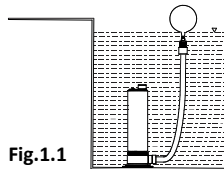

Fig.1.1
- De pomp kan op de bodem van de tank geplaatst worden. Plaats een zuigkorf op de zuigkant (fig 1.1 & 1.2). Geen voetklep op terugslagklep op zuigkant plaatsen, ook geen terugslagklep rechtstreeks op de pomp plaatsen (die moet boven de tank of daarna geplaatst worden)
. Plaats een zuigkorf op de zuigkant (fig 1.1 & 1.2). Geen voetklep op terugslagklep op zuigkant plaatsen, ook geen terugslagklep rechtstreeks op de pomp plaatsen (die moet boven de tank of daarna geplaatst worden)